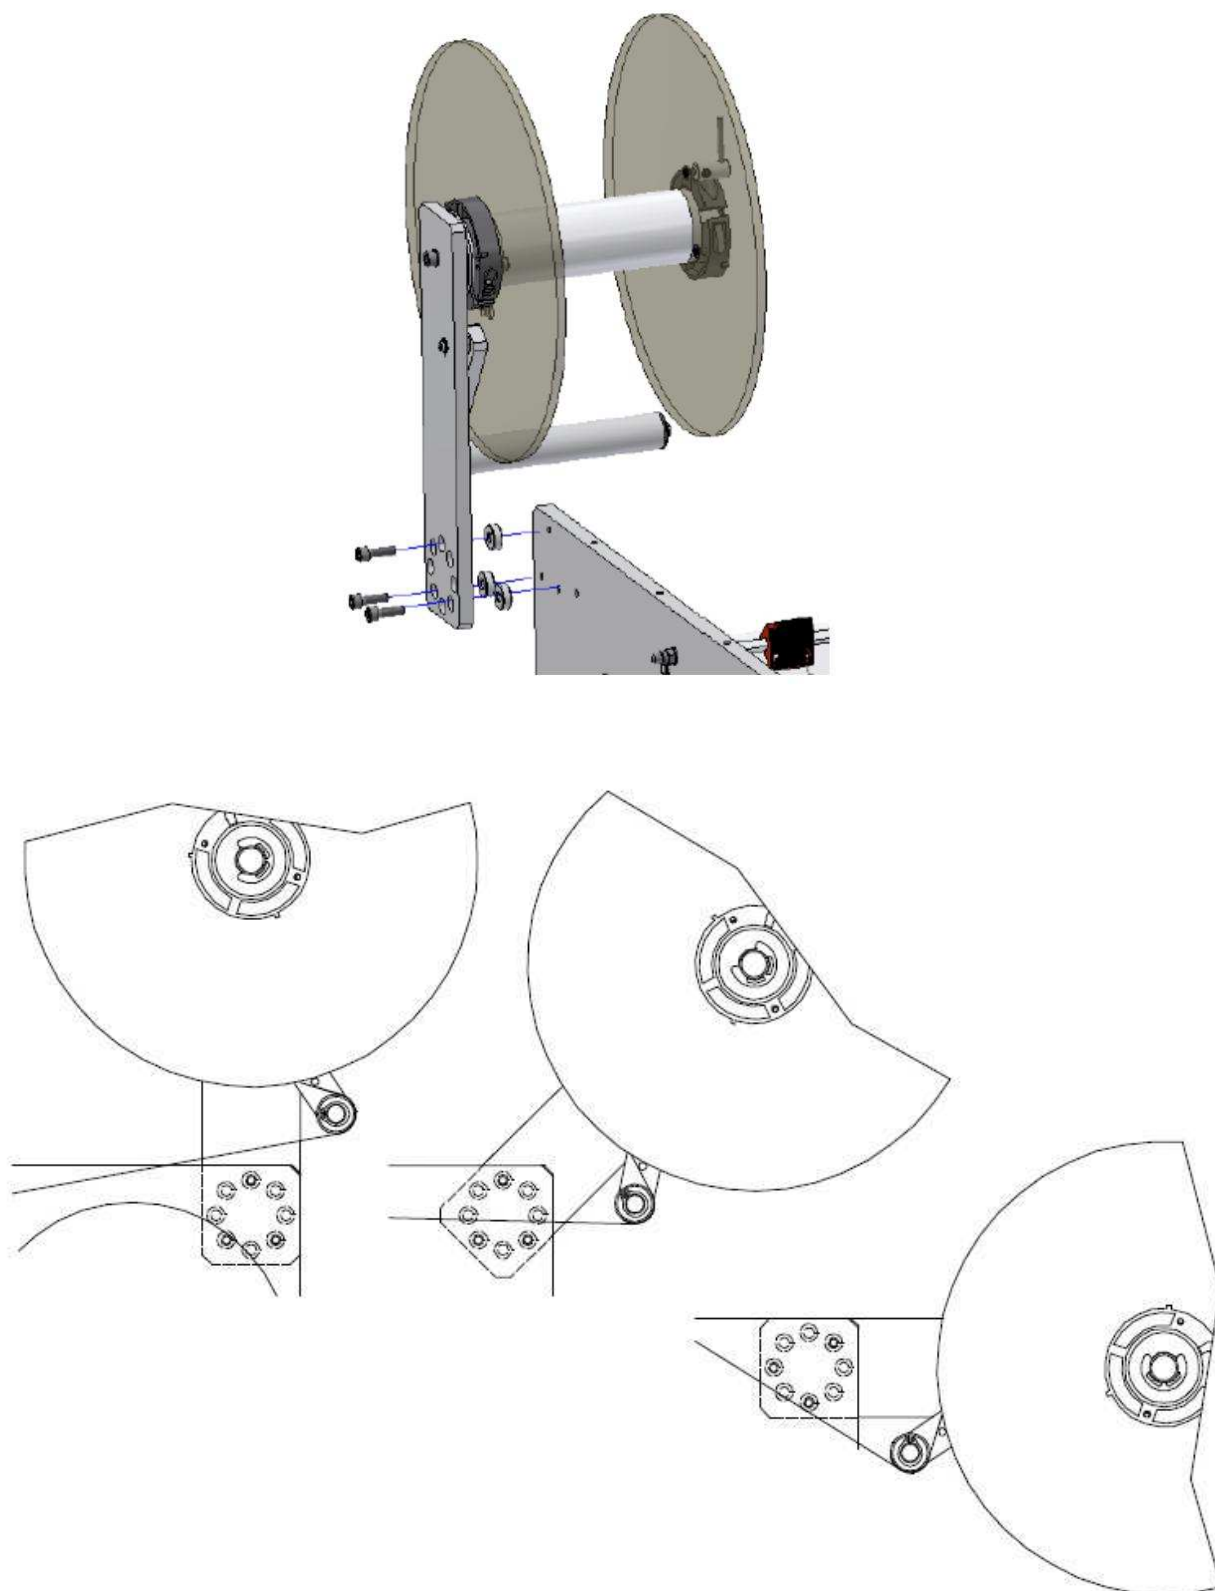

FIGURA 6
- * **Assemblare** il supporto magazzino etichette e le flange come rappresentato nella figura 6, utilizzando le viti e i distanziali in dotazione.